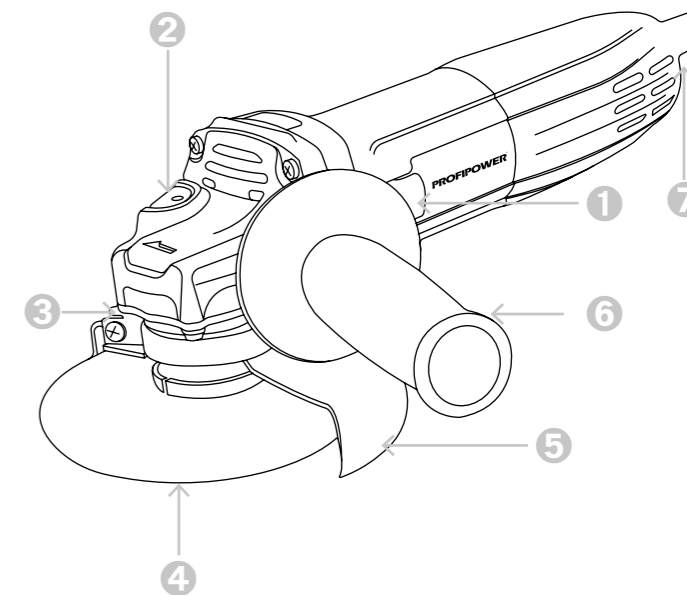
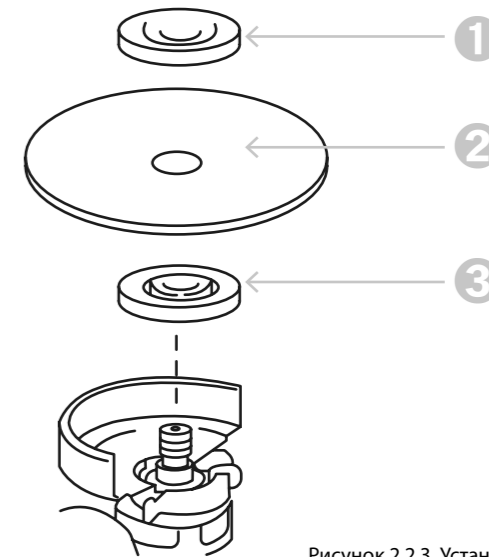

Рисунок 1.1. Устройство инструмента
Рисунок 2.2.3. Установка оснастки
- ❶ Снимите наружный прижимной фланец «3» (рисунок 2.2.3.).
- ❷ Установите на изделие соответствующую оснастку «1», в зависимости от вида работы (шлифование, отрезание), совместив отверстие в оснастке с выступом внутренней шайбы «2» (рисунок 2.2.3.).
- ❸ **ВНИМАНИЕ!** При установке оснастки следуйте указаниям по направлению её вращения.
- ❹ Закрутите наружный фланец «3».
- ❺ Заблокируйте шпindel, нажав кнопку «2» (рисунок 1.1.), и крепко затяните наружный прижимной фланец ключом.
- ❻ Для снятия оснастки нажмите кнопку блокировки «2» (рисунок 1.1.) и прилагаемым ключом открутите фланец.
ЗАПРЕЩЕНО! Не включайте блокировку «2» (рисунок 1.1) при вращающемся шпинделе. Это может привести к повреждению инструмента. Нажмите на кнопку блокировки для предотвращения вращения шпинделя при установке или снятии оснастки.
Включайте инструмент только тогда, когда собираетесь работать с ним. Проверяйте перед установкой аккумуляторного блока исправность выключателя «1» (рисунок 1.1), чтобы он возвращался в положение "ВЫКЛ." При нажатии на его заднюю часть. Выключатель можно заблокировать в положении "ВКЛ" для удобства оператора при продолжительном использовании. Для включения инструмента переместите выключатель «1» (рисунок 1.1) вперед нажав на его заднюю часть. При продолжительном использовании нажмите на переднюю часть выключателя для его блокировки в нужном положении. Для выключения инструмента нажмите на заднюю часть выключателя, после чего передвиньте его назад.